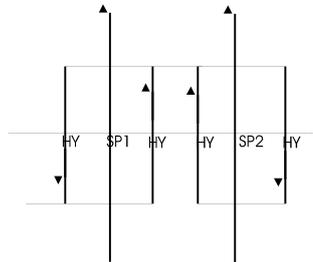

Figura 4
- b) **SP2**: programmazione del secondo punto di commutazione della soglia a finestra (vedi Figura 4).
- soglia con intervento a finestra vedi Figura 4 .